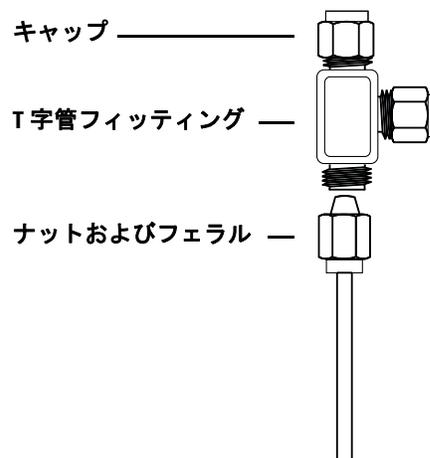

図 13 Swagelok T 字管
- 1 配管の T 字管を取り付ける場所を切断します。配管と T 字管を Swagelok フィッティングで接続します。図 13 を参照してください。